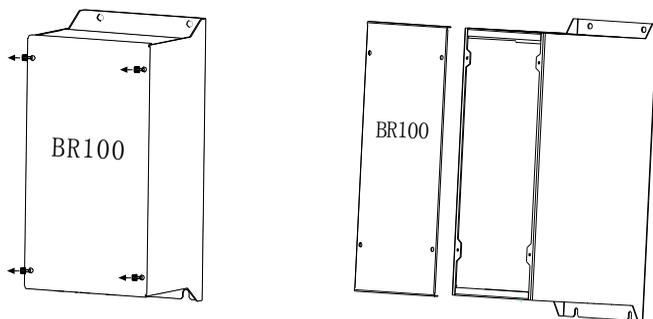

图 6 拆卸面板
- 取下面板上的固定螺钉，照箭头所示的方向掀起面板，如图 6 所示。